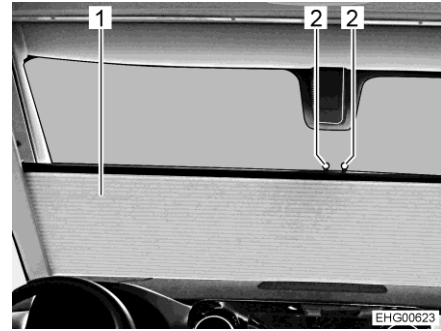

Bild 73 Sichtschutz
- Sichtschutz (Bild 73,1) an den beiden Griffen (Bild 73,2) bis zur gewünschten Stellung nach oben ziehen oder nach unten schieben.